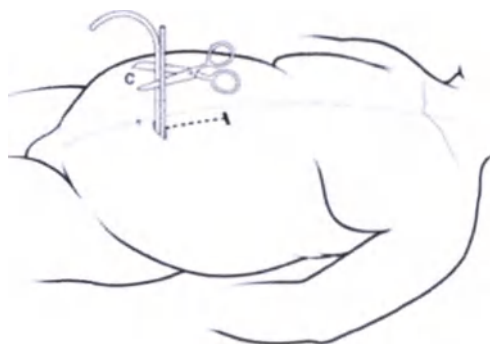

Рисунок 10
6. Вставьте измерительный стержень (находится в отдельном стерильном пакете вместе с туннельным инструментом), начиная с кончика с маркировкой 1 см, в первичный разрез рядом с нижним катетером, перпендикулярно к фасции и параллельно катетеру. Продвигайте измерительный стержень до тех пор, пока наконечник не упрется в фасцию прямой мышцы. См. рисунок 10.
7. Держите внешний сегмент нижнего катетера рядом с измерительным стержнем и параллельно ему. При помощи сантиметровой маркировки на измерительном стержне, подрежьте нижний катетер по длине С выше уровня фасции (рисунок 10). Сделайте один, прямой, перпендикулярный разрез трубки при помощи шовных ножниц.